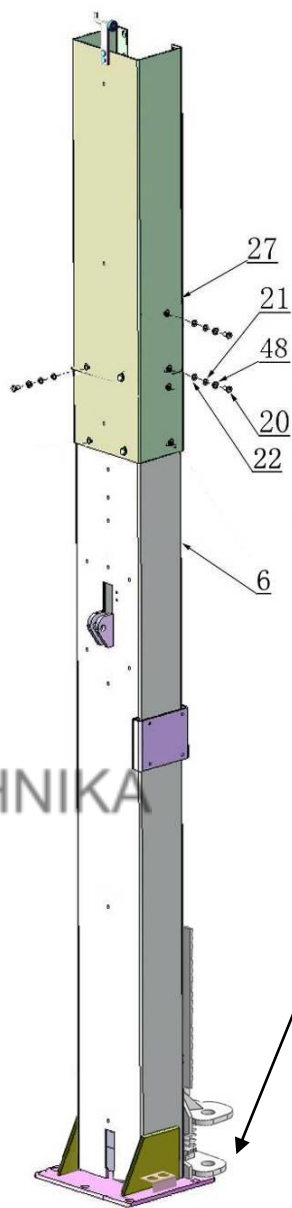

Рис. 13 Низкая конструкция
1. Если высота потолка составляет менее 3850 мм для модели 209SAC (с регулируемой высотой 3621/3821 мм), применяются дополнительные стойки с верхним отверстием (**см. рис. 13**). Для модели 209SACH с регулируемой высотой 4231/4431 мм поступаем аналогично при высоте потолка менее 4460 см.